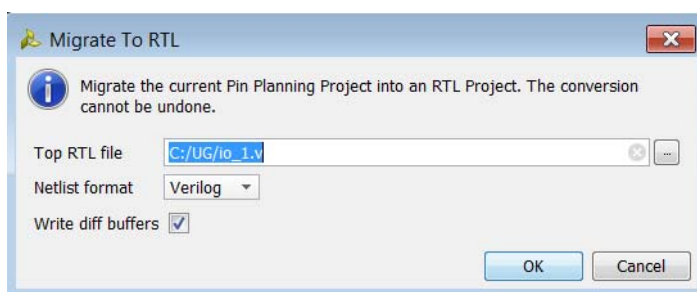

図 3-28 : [Migrate to RTL] ダイアログ ボックス
2. [Migrate to RTL] ダイアログ ボックス (図 3-28) で次のオプションを指定し、[OK] をクリックします。